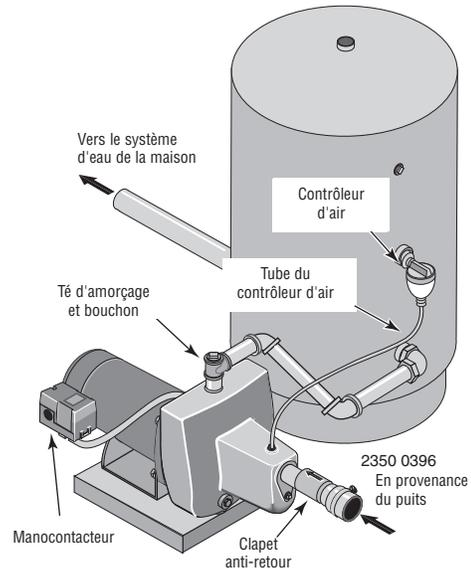

Figure 5 : Branchements sur un réservoir standard
BRANCHEMENT SUR UN RÉSERVOIR STANDARD (Figure 5)
(Figure 5)
- 1 ° Poser un té dans l'orifice de refoulement de la pompe (voir la Figure 5).
- 3 ° Déposer le bouchon fileté de 1/8 de pouce NPT de l'orifice du contrôleur d'air de la pompe (voir la Figure 5). Poser un tube entre l'orifice du contrôleur d'air monté sur le réservoir. Pour plus de détails, se reporter aux instructions fournies avec le réservoir et le contrôleur d'air. L'emplacement de l'orifice du contrôleur d'air variera en fonction du modèle de pompe (se reporter aux vues éclatées, page 10).